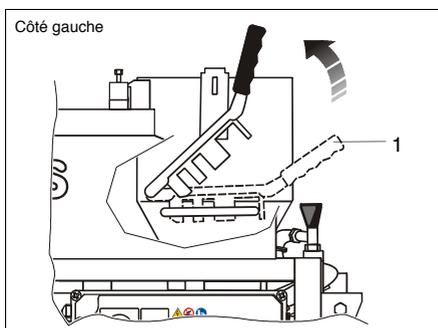

FIG.10 (Ouverture levier de blocage chambre de mélange)
- 2) Ouvrir le levier de blocage de la chambre de mélange (FIG. 10 - Réf. 1);